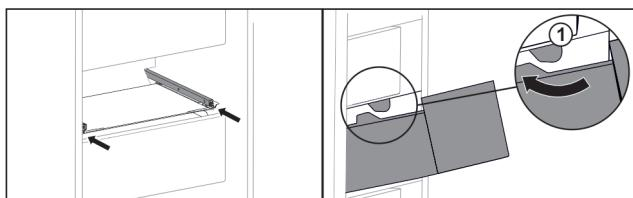

Fig. 134
- Прокарайте чекмеджето около ограничителите *Fig. 134 (1)*.